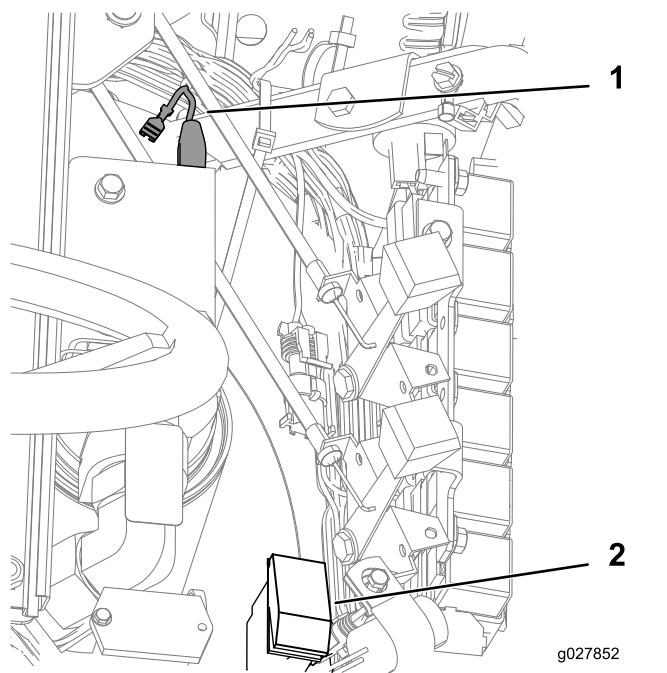

Figura 6
1. Encaminhe a cablagem do kit de luzes do conjunto das luzes no ROPS para os terminais do kit (J13 e J14) na cablagem da máquina, localizada por trás do banco (Figura 6).